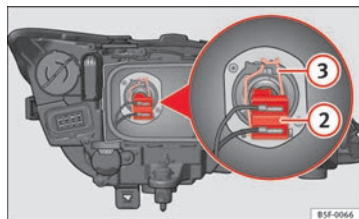

Fig. 140 Feux de croisement
- Retirez le connecteur ⇒ fig. 140 ② de l'ampoule.
- Débranchez le ressort entrebâilleur ⇒ fig. 140 ③ en le pressant vers l'intérieur et vers la droite.